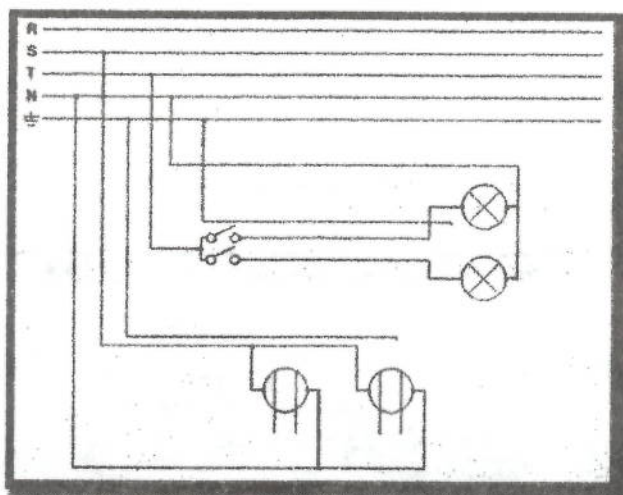

Figura 3
8. (8 puntos) Realizar el esquema unifilar del montaje de la figura 3.